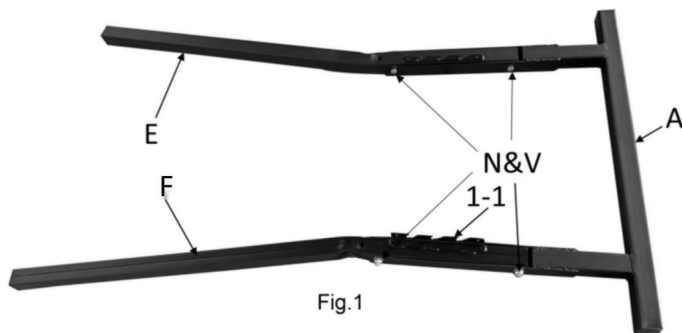

Fig.1
1. Assemblare le gambe destra e sinistra (E e F) al telaio di base (A). Inserire l'estremità di ogni gamba nelle aperture del telaio di base e allineare i fori dei bulloni. L'altezza le tacche di regolazione (Fig.1 1-1) saranno all'interno e le gambe dovranno essere angolate verso l'esterno. Fissare ciascuna gamba con un bullone del telaio (N) e un controdado1 (V). Inserire i due bullone della gamba (N) e controdado1 (V), quindi spingere le estremità verso il basso per fissare le gambe.